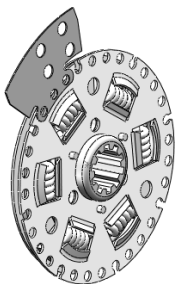

图 5-37 导入波形弹簧片并进行装配
STEP 2 导入“波形弹簧片.sldprt”文件，然后将其装配到 **STEP 1** 导入的减振器装配体上，如图 5-37 所示（注意波形弹簧片的方向）。